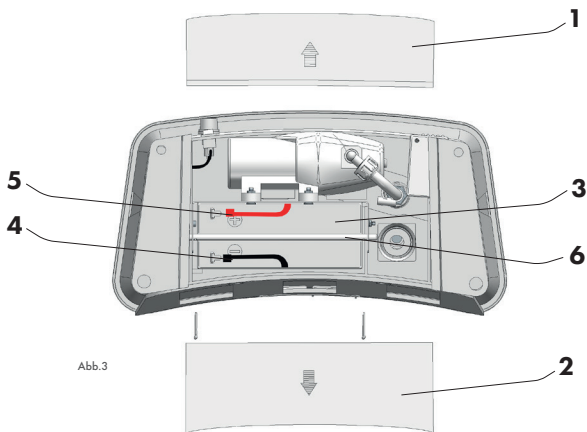

Abb.3
2. Entfernen Sie die vordere Abdeckung (Abb. 3/Pos. 1) und die hintere Abdeckung (Abb. 3/Pos. 2) und überprüfen Sie, ob der Akku (Abb. 3/Pos. 3) an die Elektroanlage des Gerätes angeschlossen ist. **Der schwarze Steckverbinder (Abb. 3/Pos. 4) sollte an den Minuspol (-) und der rote Steckverbinder (Abb. 3/Pos. 5) an den Pluspol (+) des Akkus angeschlossen werden.**
4. Ziehen Sie die Abdeckungen heraus, die den Einbauräum der Pumpe und des Akkus abdecken (Abb. 3/Pos. 1 und 2).
5. Trennen Sie die Steckverbinder von den Batteriepolen (Abb. 3/Pos. 4 und 5).
6. Entfernen Sie Splinte und eine Stange, die den Akku schützt (Abb. 3/Pos. 6).
7. Schieben Sie den Akku vorsichtig (Abb. 3/Pos. 3) aus der Tasche heraus.
Der Akku ist von der Elektroanlage des Gerätes getrennt.	Entleeren Sie den Hauptbehälter (Abb. 1/Pos. 1). Stellen Sie das Gerät auf eine stabile Oberfläche, entfernen Sie die vordere und hintere Abdeckung (Abb. 3/Pos. 1 und 2). Überprüfen Sie, ob der Akku an die Elektroanlage des Gerätes angeschlossen ist.